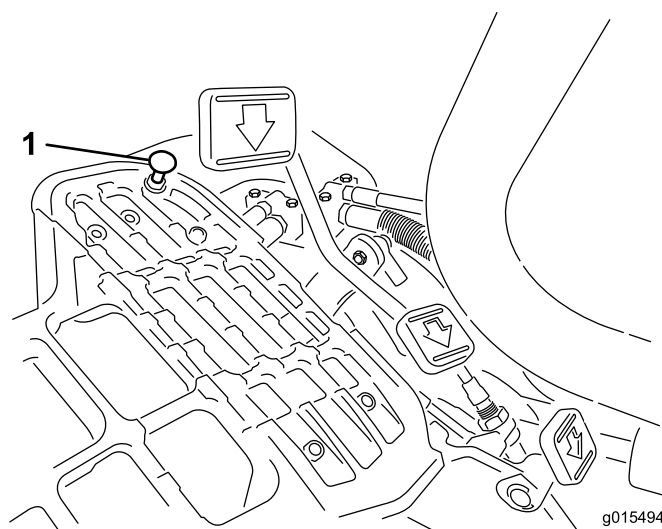

Figura 47
Para obter a velocidade máxima de transporte, engate a alavanca de controlo de função na posição TRANSPORT e carregue para baixo no pedal de tração. Se o pedal entrara em contacto com o batente (Figura 47) antes de sentir tensão no cabo, é necessário efetuar o seguinte procedimento de ajuste:
1. Ponha a alavanca de controlo de funcionamento na posição TRANSPORT e liberte a porca de bloqueio que fixa o batente do pedal à placa inferior (Figura 47).